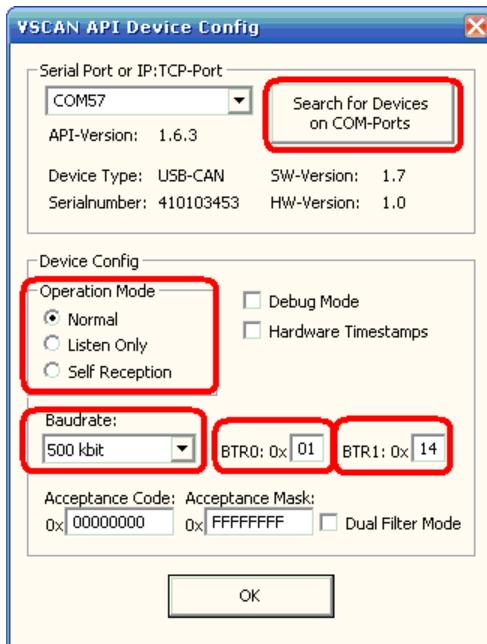

Рисунок 8.2. Настройки программы BUSMASTER
3. В появившемся окне Рис. 8.2 выполнить поиск VSCAN **Search for Devices on COM-Ports**